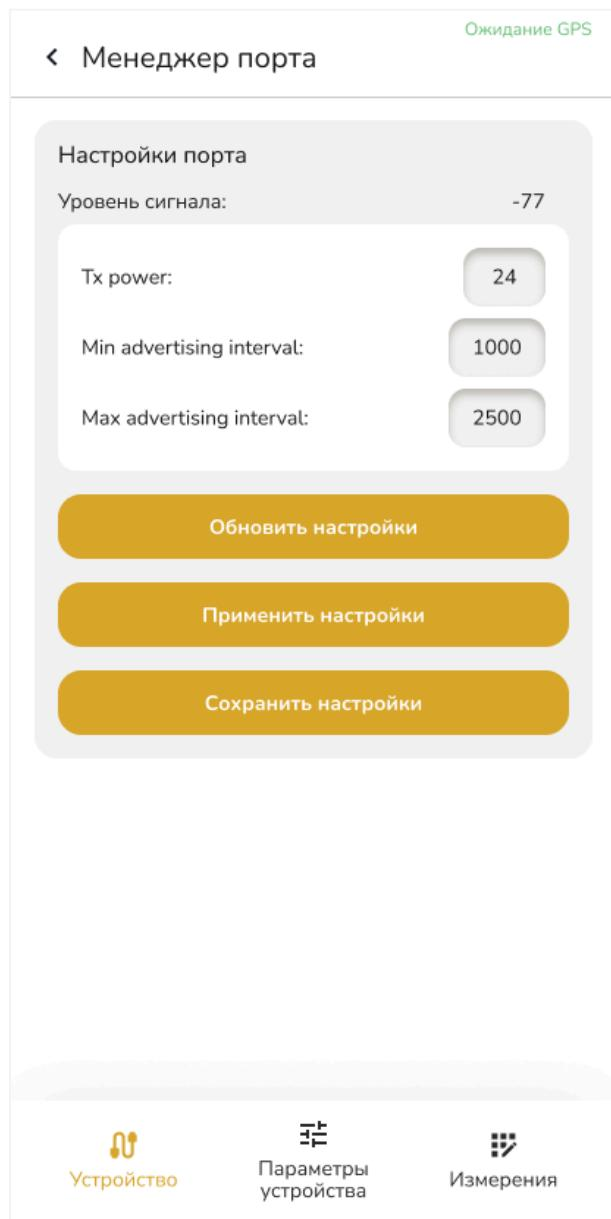

Рисунок 17 – Менеджер порта «Устройство».
**Раздел «Менеджер порта»** (рисунок 17) отвечает за настройки связи между приложением и устройством. Здесь пользователь может просматривать и изменять параметры порта, которые влияют на стабильность и дальность передачи данных.